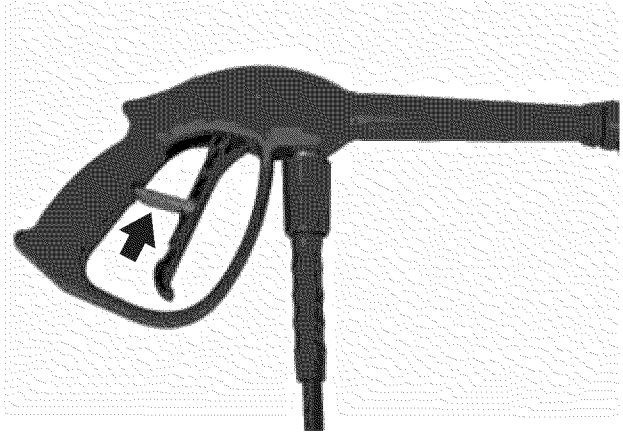

Figura 18 – Palanca de bloqueo del disparador
1. Incline la palanca del bloqueo del disparador en forma ascendente y bloquee el disparador en la posición **OFF/APAGADO** (ver Figura 18).